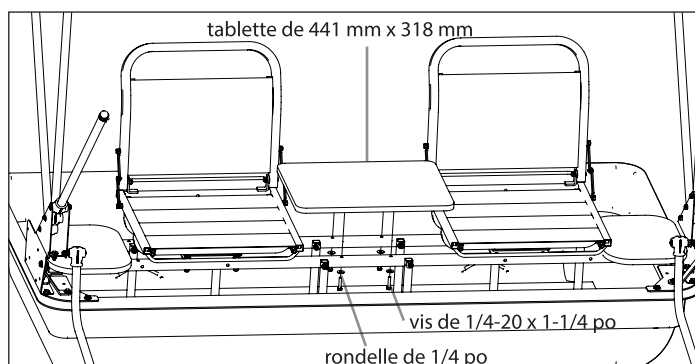

FIGURE 8
12. Avec quatre (4) vis de 1/4-20 x 1-1/4 po et quatre (4) rondelles de 1/4 po, attacher la grande tablette (15646) au rail de siège (14818). **VOIR FIGURE 8**